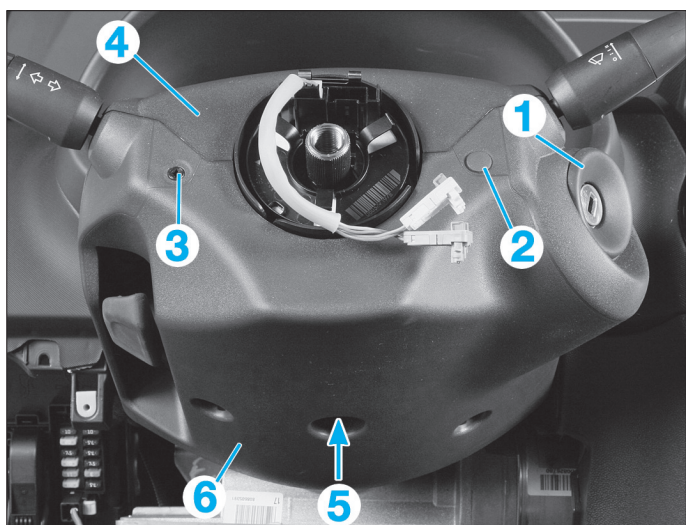
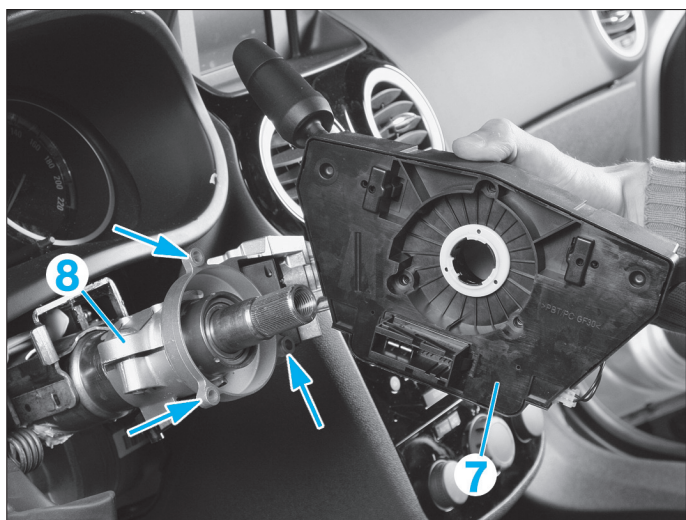

Fig. 3
Fig. 4
- Déposer le recouvrement (1) du contacteur d'allumage (Fig.3).
- le cache (2),
- les vis (3).
- Déposer la coquille supérieure (4).
- Déposer la vis (5) puis la coquille inférieure (6).
- Déposer l'ensemble contacteur tournant/commodos (7) ; pour cela (Fig.4) :
- déposer les trois vis (flèches) fixées par l'arrière de la colonne de direction (8).